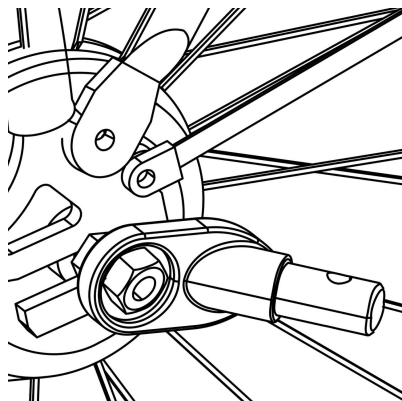

Abbildung 2
**2. Achse mit Mutter:** Schrauben Sie die Mutter mit Unterlegscheibe von der linken Seite der Hinterachse des Fahrrads ab. Montieren Sie die Anhängerkupplung auf der Achse und schrauben Sie die Mutter mit der Unterlegscheibe wieder auf ( Abbildung 2 ).